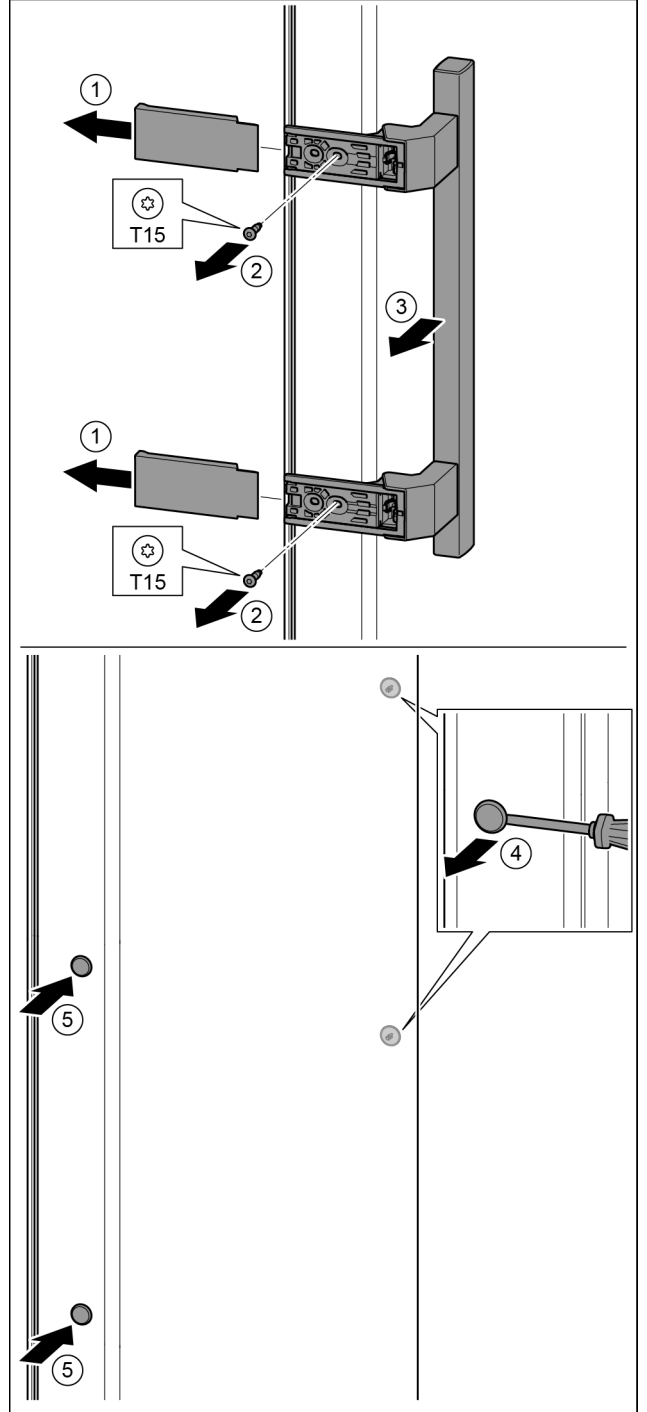

Fig. 18
- ▶ 拆下盖板。 Fig. 18 (1)
- ▶ 用 T15 螺丝刀将螺钉旋开。 Fig. 18 (2)
- ▶ 取下把手。 Fig. 18 (3)
- ▶ 用带槽螺丝刀小心地提起侧边的堵头并将其拉出。 Fig. 18 (4)
- ▶ 将堵头重新放入另一个侧。 Fig. 18 (5)